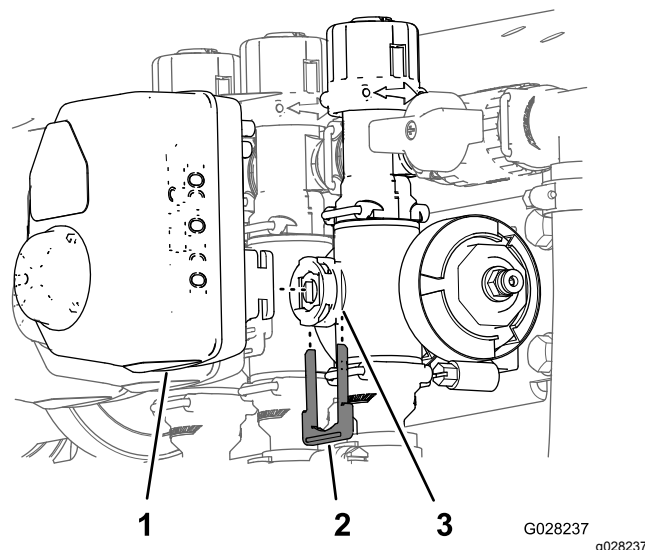

Figura 87
3. Retire la horquilla de retención que sujeta el actuador al distribuidor de control de caudal, agitación, maestra o de sección de los brazos (Figura 87).